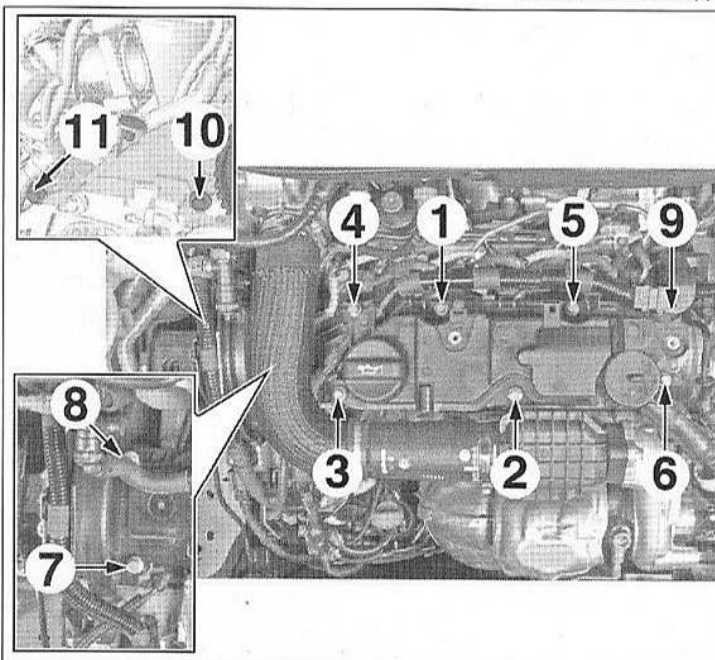

FIG.92
- Serrer les vis (13) du couvre-culasse et (12) du carter arrière de distribution dans l'ordre prescrit (Fig.92).